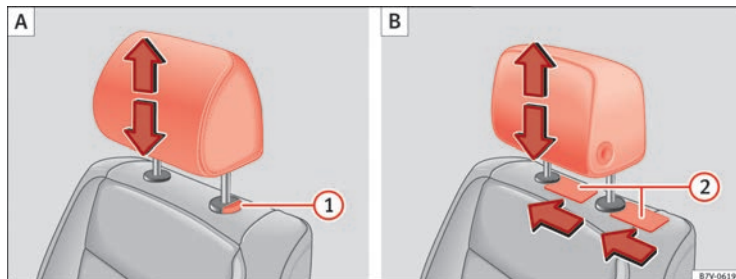

Fig. 87 **A**: Montaggio dei poggiatesta non regolabili in direzione longitudinale; **B**: Montaggio dei poggiatesta regolabili in direzione longitudinale.
- Estrarre il poggiatesta tenendo premuto il pulsante ⇒ fig. 87 **1 A**.